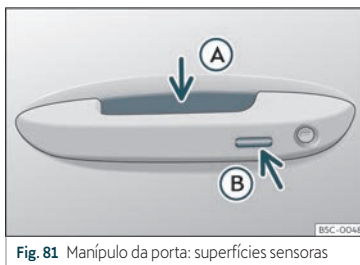

Fig. 81 Manípulo da porta: superfícies sensoras
>>> Fig. 81
- Empurre o manípulo de uma das portas dianteiras. Ao fazê-lo, toca-se na superfície sensora »» Fig. 81 (A) (seta) do manípulo e destranca-se o veículo.
- Toque *uma* vez na superfície sensora de bloqueio »» Fig. 81 (B) (seta) do manípulo de uma das portas dianteiras. A porta cujo manípulo se aciona deverá estar fechada.
- Toque *uma vez* na superfície sensora »» **Fig. 81**  (seta) do manípulo de uma das portas dianteiras. O veículo é trancado com o sistema de segurança «Safe» »» **Página 108**. A porta cujo manípulo se aciona deverá estar fechada.
- Toque *duas vezes* na superfície sensora »» **Fig. 81**  (seta) do manípulo de uma das portas dianteiras para trancar o veículo sem ativar o sistema de segurança «Safe» »» **Página 108**.
- Pressione o botão de fecho  do comando à distância e toque uma vez, dentro dos 5 segundos seguintes, na superfície sensora de bloqueio do manípulo da porta do condutor »» **Fig. 81** . Não agarre o manípulo da porta, caso contrário o veículo não trancará. Também é possível levar a cabo a desativação se se bloquear o veículo através do fecho da porta do condutor.
Para **fechar com a função de conforto** todas as janelas elétricas e o teto de vidro, mantenha um dedo durante uns segundos sobre a superfície sensora de bloqueio >>> **Fig. 81**  (seta) do manípulo da porta até que as janelas e o teto se tenham fechado.
As superfícies sensoras dos manípulos das portas poderiam ativar-se ao receber um jato de água ou de vapor a grande pressão, caso existisse alguma chave do veículo válida na zona próxima. Se, pelo menos, uma das janelas com acionamento elétrico estiver aberta e se se ativar a superfície sensora >>> **Fig. 81**  (seta) de um dos manípulos de forma permanente, fechar-se-ão todas as janelas.
- **OU:** toque *duas vezes* na superfície sensora situada na parte exterior do manípulo da porta >>> **Fig. 81 (B).**